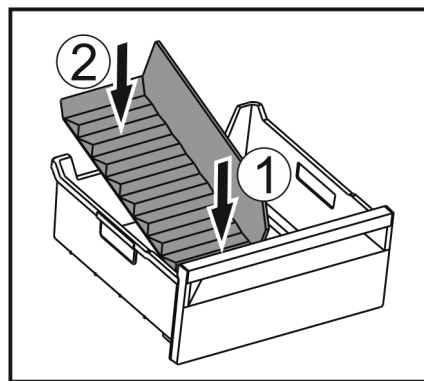

Fig. 176
- Vložte přední část přepážky přihrádky na led. Fig. 176 (1)
- Zadní část přepážky přihrádky na led spusťte až na dno zásuvky. Fig. 176 (2)